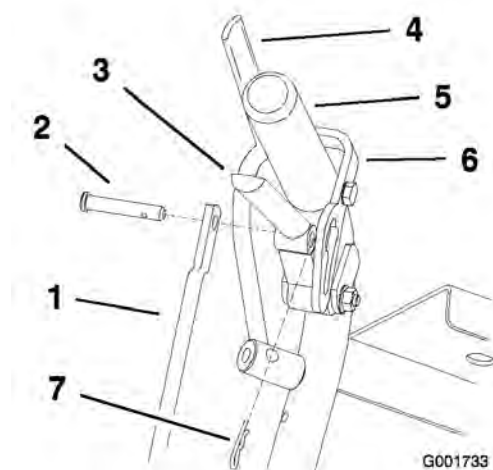

Figure 53
1. Ajustez la longueur de la tige en relâchant le levier de déplacement et en enlevant la goupille fendue et l'axe de chape. Tournez la tige dans la fixation (Figure 53).
4. Placez l'axe de chape dans le levier de déplacement (Figure 53).
6. Placez la goupille fendue entre les leviers de déplacement et les verrous de point mort, et dans les axes de chape (Figure 53).